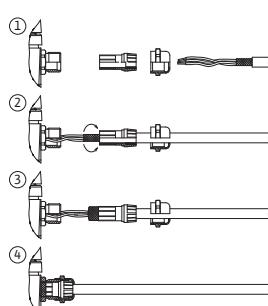

Fig. 25: Podrška štita
Zakriljenost se povezuje s kabelskom provodnicom na elektroničkom modulu. Vidi Fig. 25.
Kabeli digitalnih ulaza, analognih ulaza i sabirničke komunikacije moraju se zaštititi pomoću metalne kabelske uvodnice kabelske provodnice (Fig. 19, poz. 4, 5 i 6). Za zakriljenost vidi Fig. 25.
1. Kukice sa zapinjačem (Fig. 25) pažljivo otvorite alatom (npr. odvijačem).